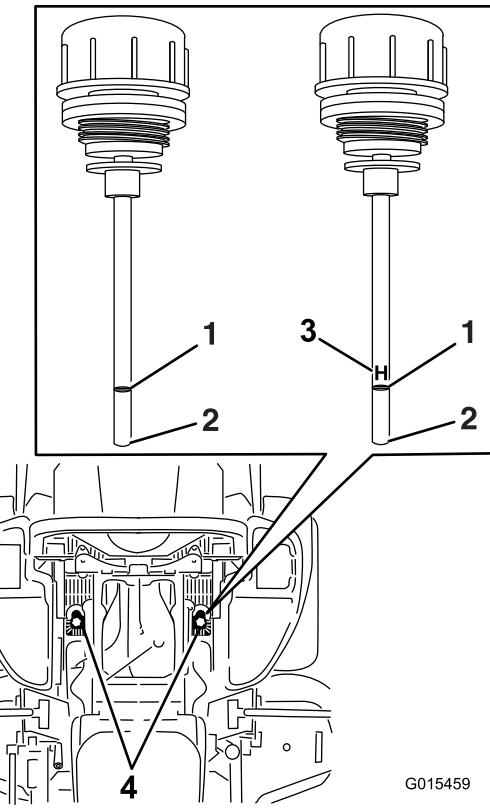

Figure 86
6. Nettoyez la surface autour des jauge des réservoirs du système hydraulique (Figure 86).
7. Sortez la jauge du réservoir hydraulique (Figure 86).
9. Ressortez la jauge et examinez l'extrémité (Figure 86). Si le niveau d'huile est au repère minimal, versez lentement la quantité d'huile qui convient dans le réservoir hydraulique pour faire monter le niveau jusqu'au repère maximal (**H**).